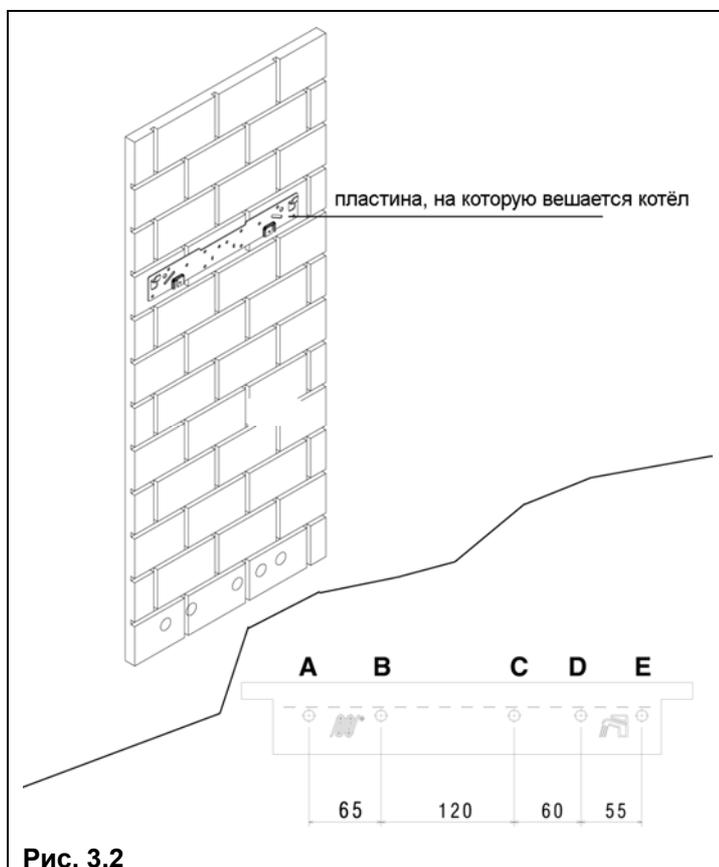

Рис. 3.2
- закрепите кронштейн (F) – рис. 3.2 – на стене и с помощью уровня проверьте, чтобы она находилась в идеальном горизонтальном положении
Чтобы установить температуру воды в контуре отопления на нужное значение, поверните ручку с символом «☀» (рис. 3.2а) внутрь зоны, разделённой на сегменты.